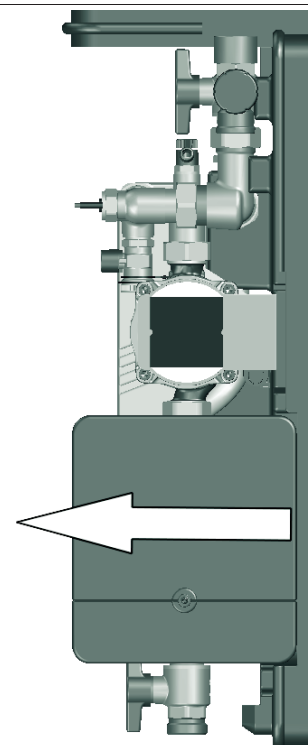

Abb. 16: Regler aus der Unterschale lösen
1. Ziehen Sie den Regler vorsichtig von der Unterschale ab wie in Abb. 16.
11. Stecken Sie den Regler zurück aus der Montageposition in die Betriebsposition (siehe Abb. 16 auf Seite 27).